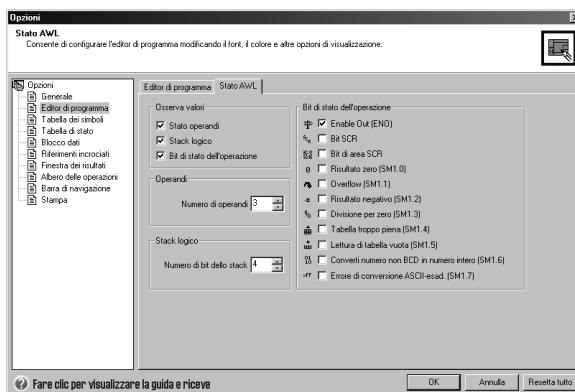

Figura 8-3 Opzioni per la visualizzazione dello stato AWL
STEP 7-Micro/WIN consente di visualizzare lo stato di vari parametri delle operazioni AWL. Selezionare il comando di menu **Strumenti > Opzioni**, scegliere **Editor di programma** e fare clic sulla scheda **Stato AWL** (vedere la figura 8-3).